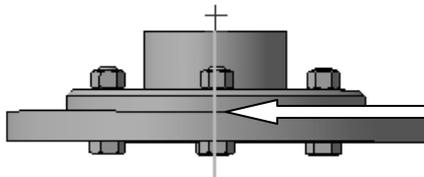

Рис.14.25. Ломаная № 4
2.5. Постройте ломаную № 4, рис.14.25 — траекторию прямолинейного движения фланца в процессе удаления (соответствует шагу № 6, табл. 14.2). *Расстояние — -100.*